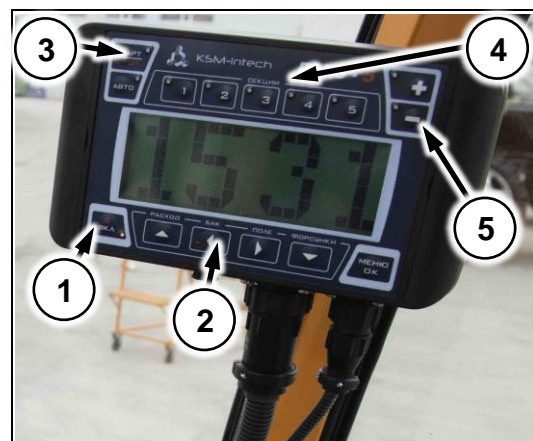

Рис. 89
- (Рис. 89/1) – кнопка питания
- (Рис. 89/2) – кнопки управления
- (Рис. 89/3) – кнопка включения опрыскивания
- (Рис. 89/4) – кнопки включения секций
- (Рис. 89/5) – кнопки регулировки расхода жидкости